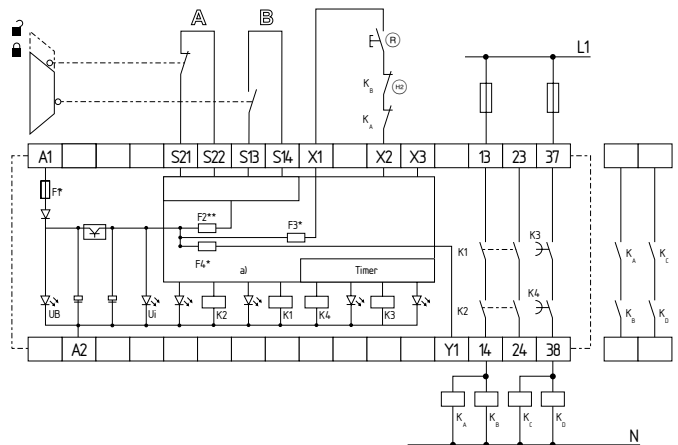

Fig. 8
L'exemple reprend une commande à deux canaux d'une surveillance de porte; avec deux contacts A et B, dont au moins un à manœuvre positive d'ouverture; avec interrupteur de réarmement externe (R) (voir Fig. 8)